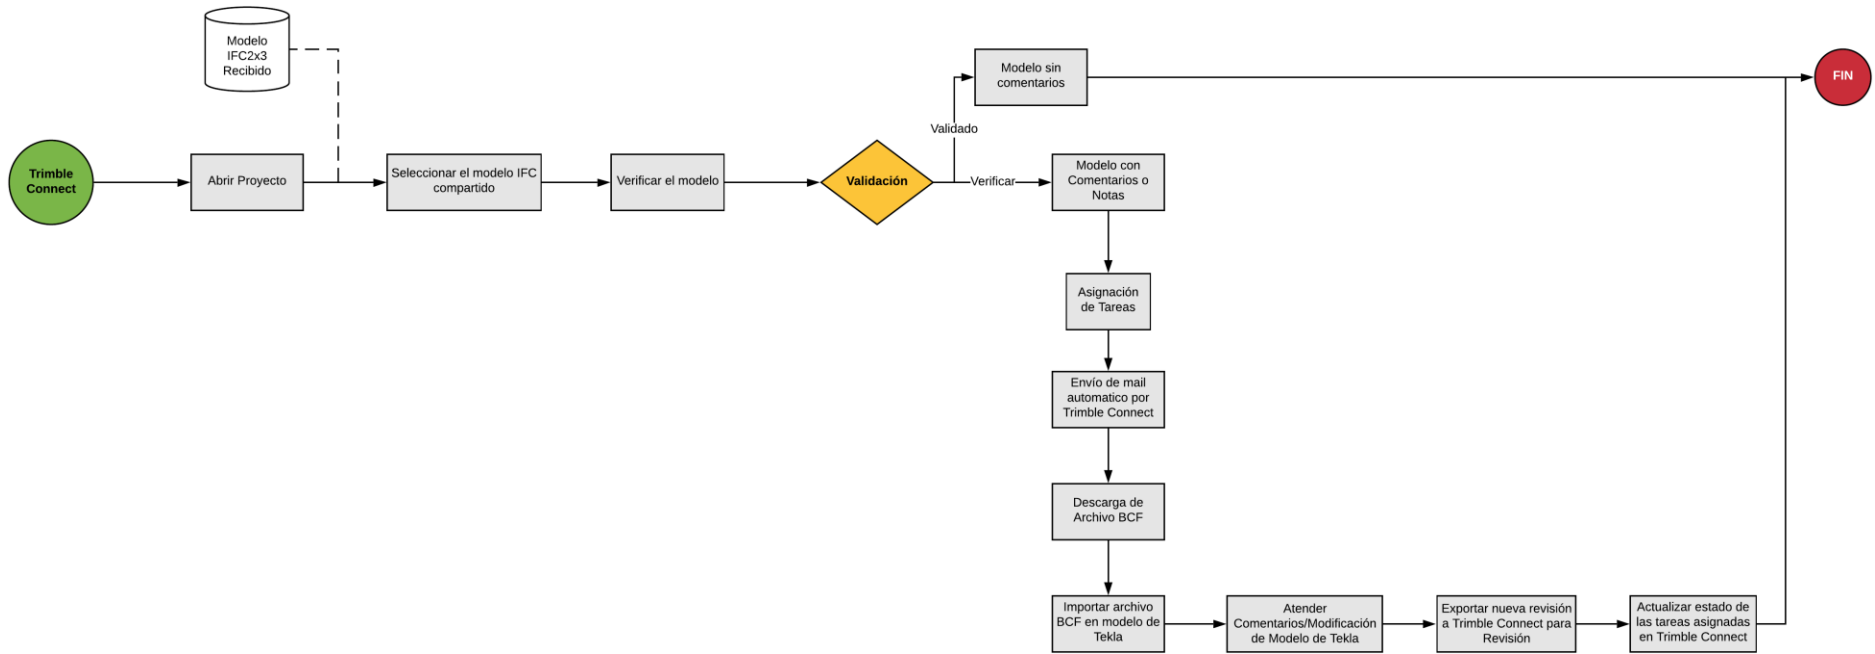

Figura 7 - Flujograma de verificación de modelo y exportación de archivo BCF usando Trimble Connect
- Ver flujograma de intercambio vía BCF, a través del uso de Trimble Connect. (Figura 7)